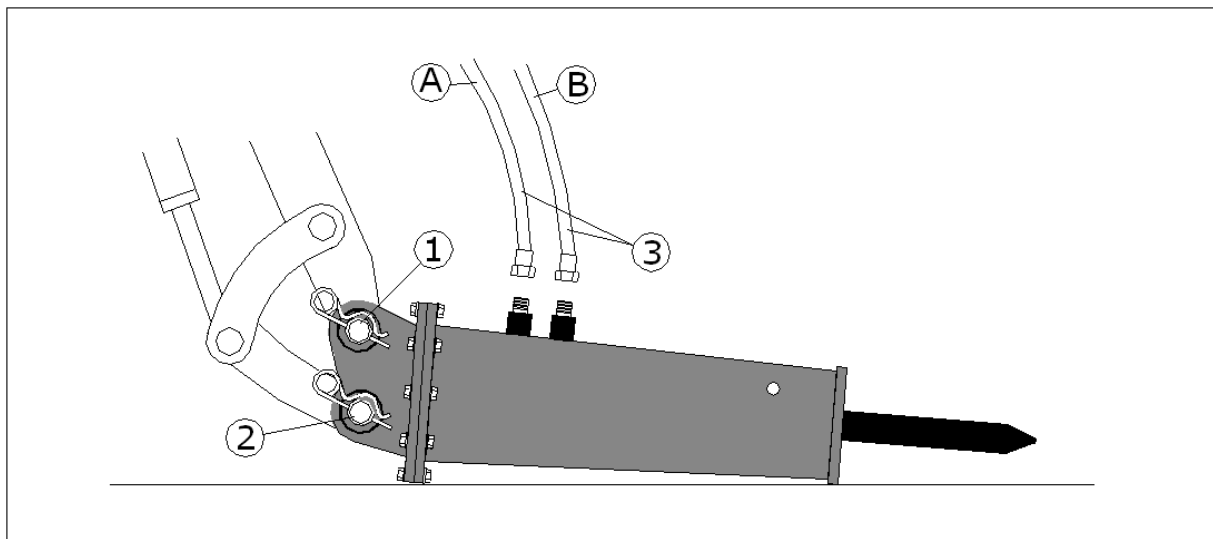

FIG. 8
1. Posizionare il martello come indicato in figura 8. Abbassare lentamente il braccio della macchina operatrice sino a far coincidere il foro del braccio stesso col foro del supporto del martello (1, fig. 8) ed inserire il perno di fissaggio, bloccandolo con le apposite chiavette.
2. Movimentare la biella del braccio macchina operatrice sino ad ottenere l'allineamento dei fori tra la biella ed il supporto del martello (2, fig. 8), di seguito posizionare il secondo perno di fissaggio, bloccandolo con le apposite chiavette.
- Mandata raccordo 1/2" (A, fig. 8) - Scarico raccordo 3/4" (B, fig. 8).
- Mandata raccordo innesto rapido 3/4" (A, fig. 8) - Scarico raccordo innesto rapido 1" (B, fig. 8).